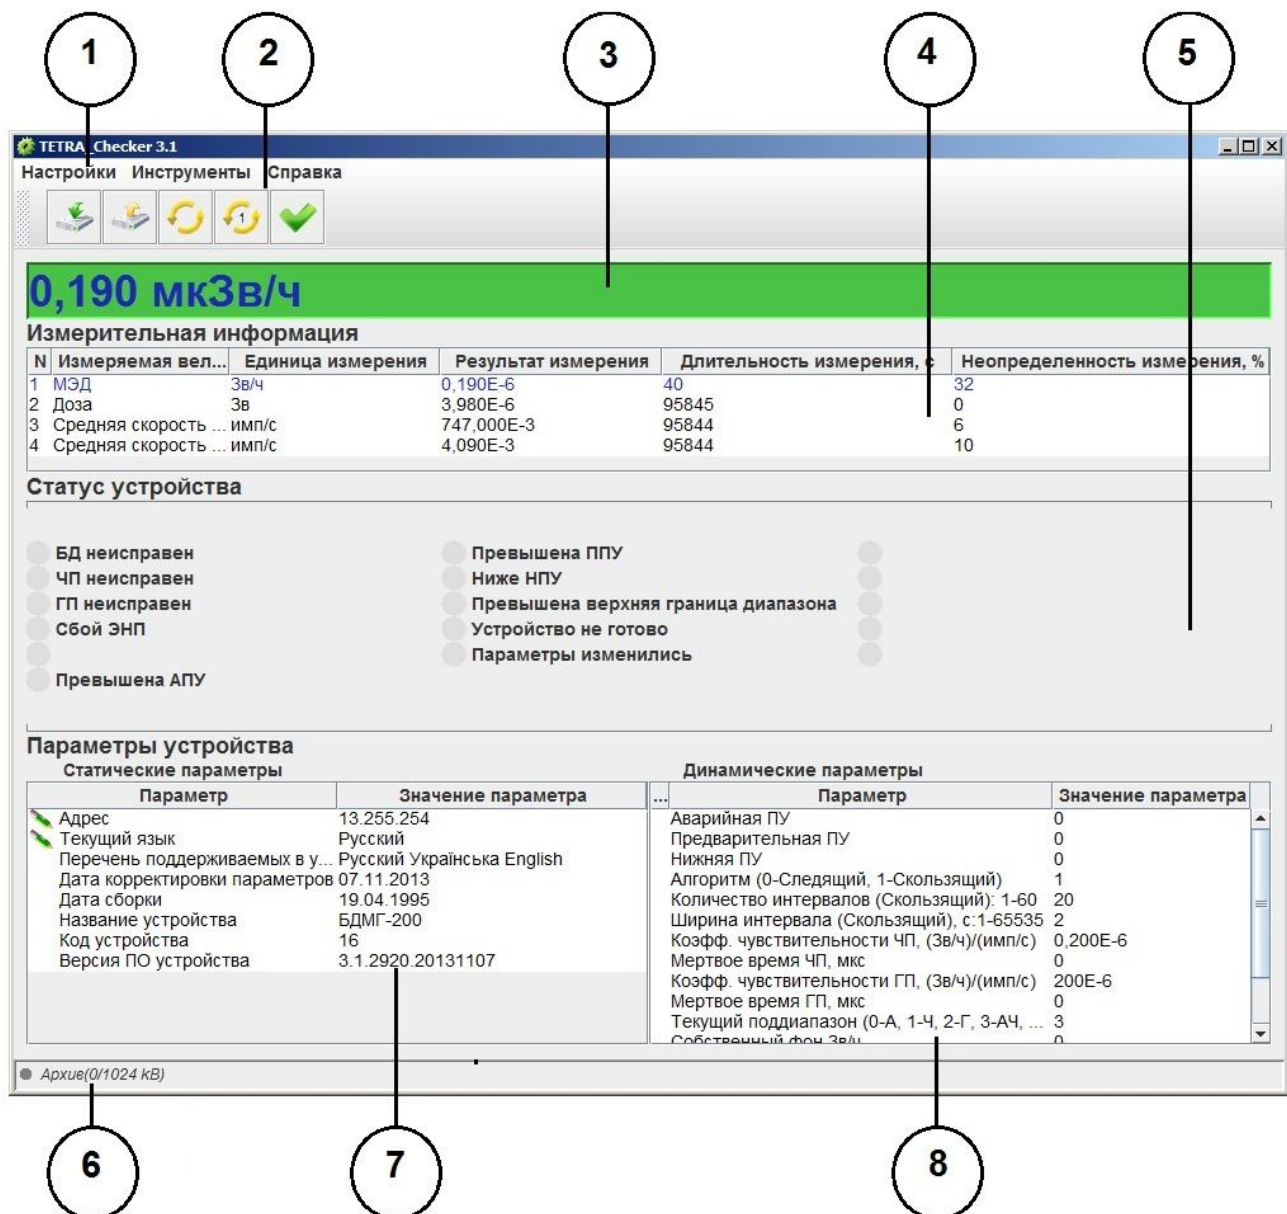
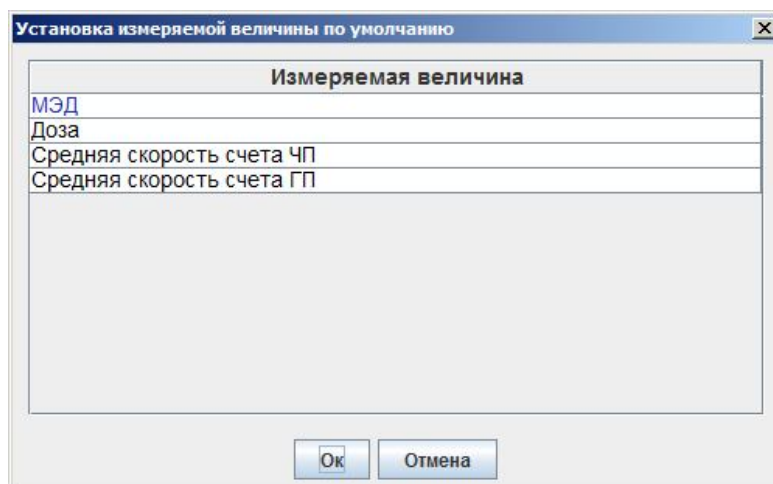

Рисунок 1 - Вид главного окна Программы
Рисунок 7 – Окно «Установка измеряемой величины по умолчанию»
Меню Программы (Рисунок 1, позиция 1) состоит из трех подменю:
- «Измерение по умолчанию (F6)». По клику пункта или нажатию кнопки «F6» открывается окно (Рисунок 7) с перечнем измеряемых величин СИ для выбора измеряемой величины по умолчанию. Подробнее об измеряемой величине по умолчанию см. эксплуатационную документацию СИ. Результат измерения выбранной величины будет индексироваться на информационной панели (Рисунок 1, позиция 3). На панели «Измерительная информация» соответствующая строка будет выделена цветом (Рисунок 1, позиция 4).
Панель инструментов (Рисунок 1, позиция 2) предназначена для быстрого доступа к функциям подменю «Инструменты». При подведении курсора мыши к кнопке высвечивается ее название. Панель инструментов можно перемещать по всей рабочей области Программы.
- информационная панель (Рисунок 1, позиция 3) предназначена для отображения: значения измеряемой величины «по умолчанию»;
Окно «Измерительная информация» (Рисунок 1, позиция 4) отображает информацию обо всех измеряемых СИ величинах.
На панели «Статус устройства» (Рисунок 1, позиция 5), в зависимости от конкретного СИ, может отображаться информация: